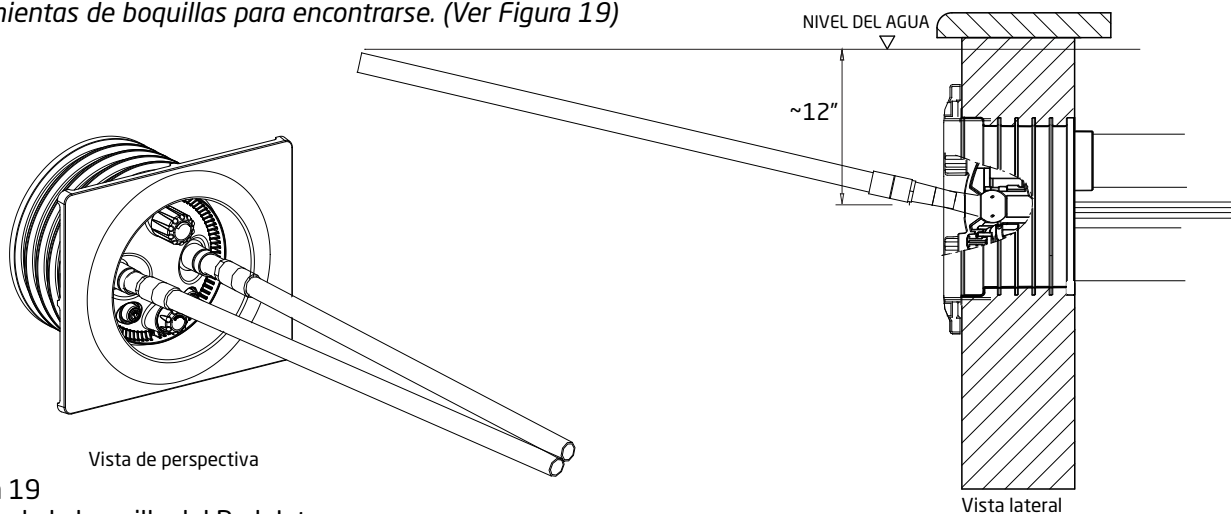

Figura 19
3. Una vez que se haya completado, lleve la herramienta de boquilla azul hasta donde el extremo de la herramienta de boquilla rompe la superficie del agua. Luego, junte las dos herramientas de boquillas para encontrarse. (Ver Figura 19)